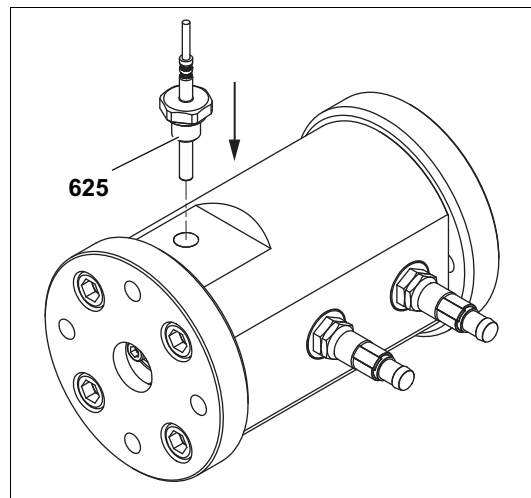

Fig. 10 Montaje de EET en OMP
4. Enrosque el sensor hasta el tope en el orificio del sensor, véase Fig. 10, página 16, máximo par de apriete 30 Nm.